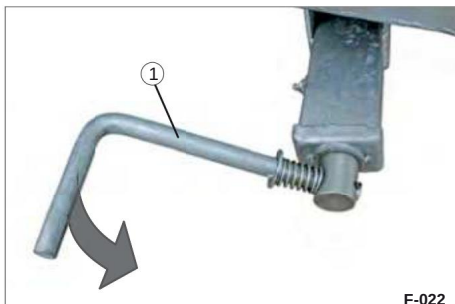

Fig. 47 Udløs spindelparkeringsbremsen
• Løsn krogen (fig. 46/2) fra håndsvinget (fig. 47/1).
• Drej håndsvinget (fig. 47/1).
Drej håndsvinget (fig. 47/1) mod uret, indtil det stopper.